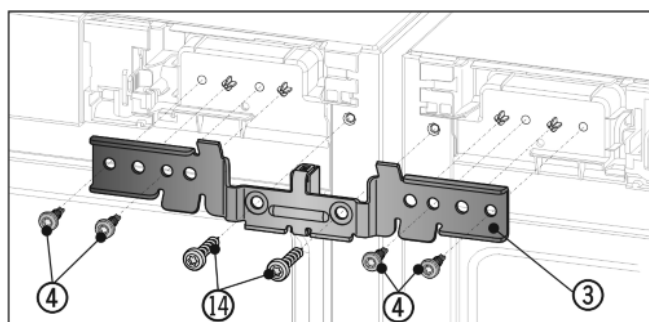

Fig. 7
- ▶ Pousser l'équerre Fig. 7 (3) avec l'entretoise entre les appareils et sur le pivot. Visser sans serrer l'équerre avec quatre vis Fig. 7 (4) et les vis de terre préalablement dévissées Fig. 7 (14) de façon alternée à droite et à gauche.